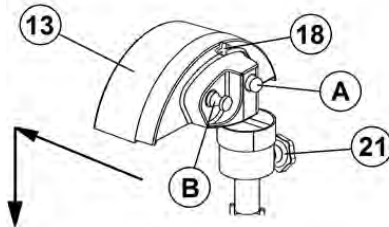

FIG 12. AJUSTE DEL AFILADOR
2. Cuchilla: Afilar la cuchilla (2) después de un determinado periodo de uso (1 mes) o si nota que la calidad de la rebanada no es tan fina como la primera.
- B. Afloje la perilla del afilador (21), ubicada debajo del ensamble del afilador, hasta que el resorte haga que brote el afilador (Ver Fig. 12).
- C. Empuje el afilador hacia el filo de la cuchilla, manténgalo en esa posición y presione hacia abajo hasta que las piedras queden cada una en cada lado de la cuchilla (1/4" sobre la cuchilla.), después apriete la perilla del afilador (21) nuevamente.
F. Apague el equipo y espere hasta que la cuchilla se detenga completamente. Afloje la perilla del afilador (21), levante el afilador y colóquelo en su posición original. Vuelva apretar la perilla del afilador.